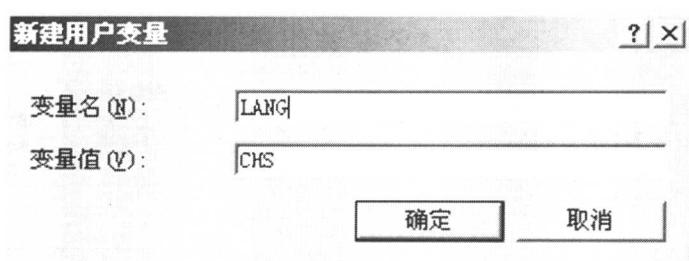

图 1-3 “新建用户变量”对话框
- ☆ 单击“环境变量”对话框中的 **新建(N)...** 按钮，打开如图 1-3 所示的“新建用户变量”对话框，在“变量名”中输入“LANG”，在“变量值”中输入“CHS”，单击 **确定** 按钮，返回“环境变量”对话框；